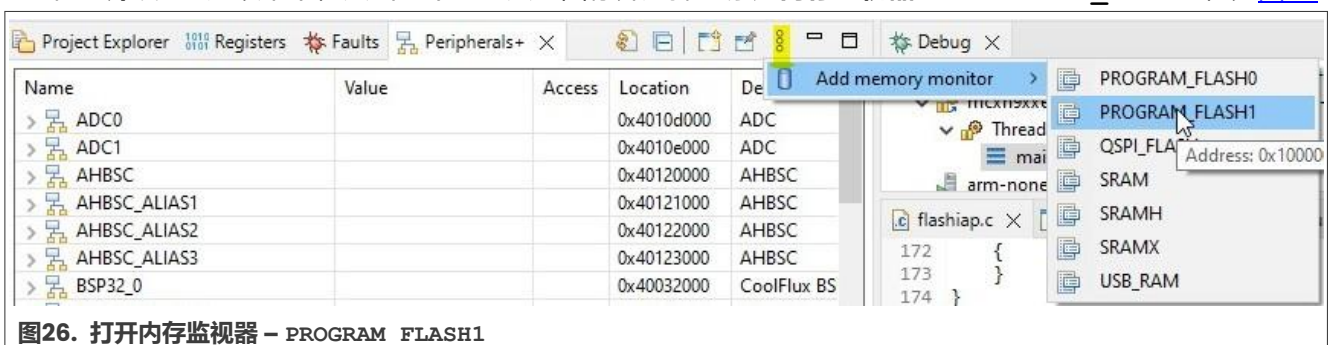

图26. 打开内存监视器 - PROGRAM_FLASH1
22. 在“外设+”选项卡下，点击三个垂直点的图标并选择“添加内存监视器”-> PROGRAM_FLASH1，见图26。